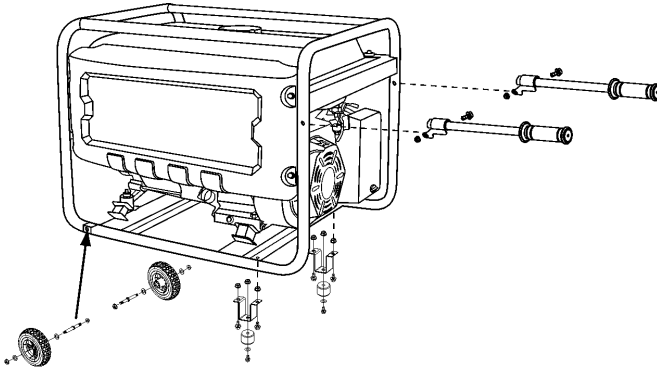

Fig. 6 – montaje de las patas, ruedas y empuñadoras
- 2 – Monte el eje en la estructura del generador, ponga el eje en el orificio indicado (fig. 6). Apriete el sistema con la tuerca;
- 4 – Para montar las patas, monte la base de goma pegando en la parte inferior la arandela y el tornillo y del otro lado del soporte la tuerca (fig. 6), después fijar el soporte en la estructura del generador con el auxilio de tornillos y tuercas;